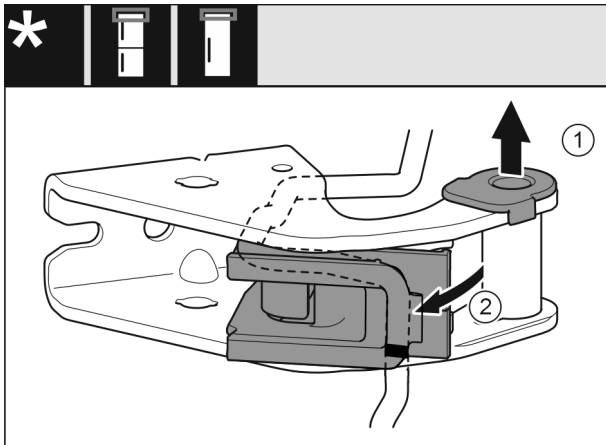

Fig. 24
- Ttirer la douille de palier en dehors du guide. Fig. 24 (1)
- Incliner le support de câble vers l'extérieur. Fig. 24 (2)